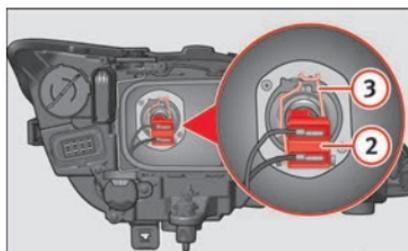

Fig. 103 Anabbagliante.
- Estrarre il connettore » fig. 103 ② della lampada.
- Sganciare la molla di ritegno » fig. 103 ③ premendo verso l'interno e a destra.